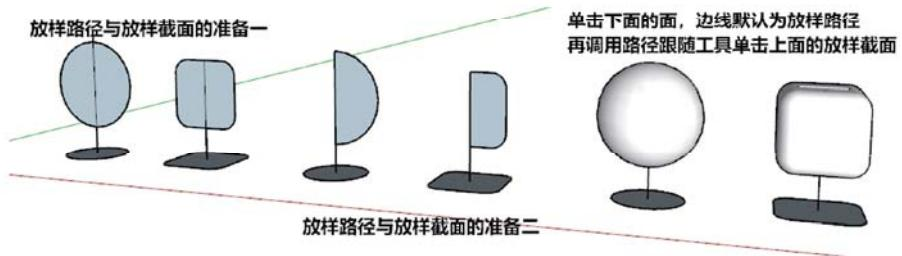

图 2.1.4 旋转放样
(1) 旋转放样同样需要放样路径和放样截面,图 2.1.4 左侧的 4 个图是做旋转放样的准备工作。
- (2) 在垂直面上画出放样的截面并截取一半(不截取也可以)。
- (3) 沿中心线往下,在水平面上画出旋转放样的形状,要跟放样截面相同或稍小些。